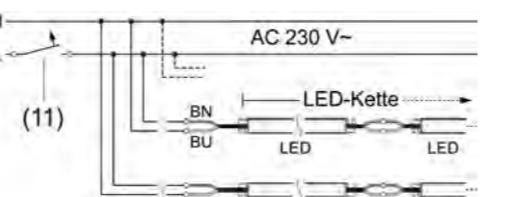

Bild 6: Schaltkizze
-  Lichteinsätze gemäß Schaltkizze anschließen (Bild 6).